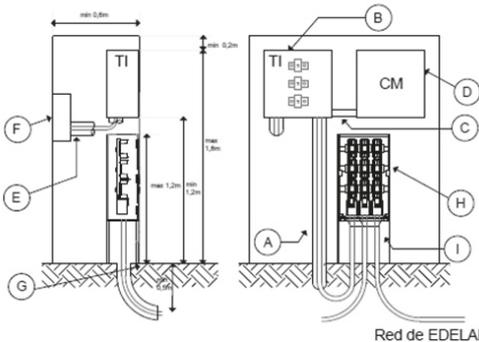

Fig.3. Acometida subterránea desde red subterránea
- Caño de PVC semipesado de diámetro interior mínimo de 75 mm para el pasaje de los conductores de interconexión entre la caja de transformadores de intensidad y el tablero principal del usuario. Ver Fig.3. Acometida subterránea desde red subterránea).